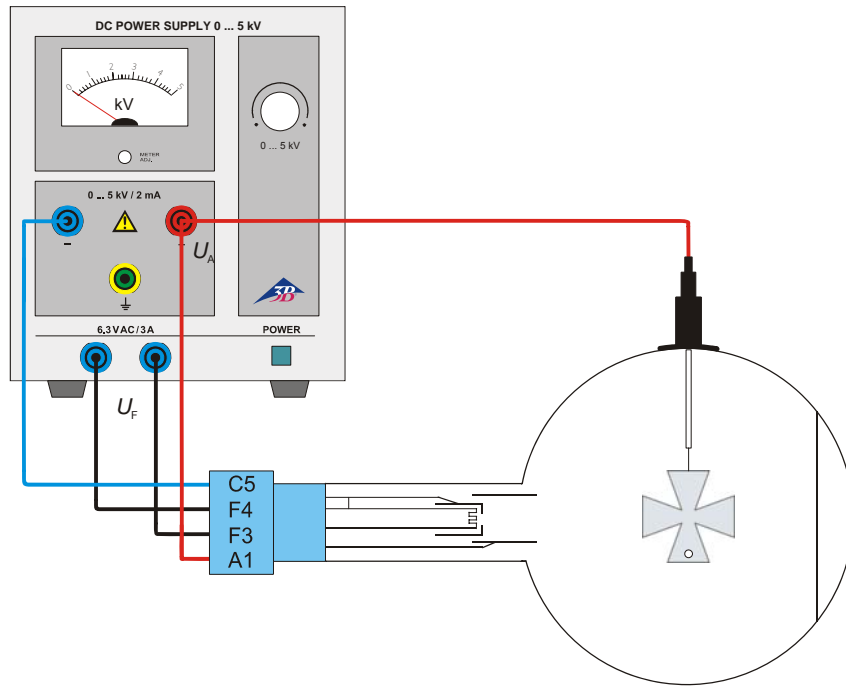

Fig. 1 Propagación rectilínea de rayos de electrones
- Se realiza el circuito de acuerdo con la Fig.1.
- Se realiza el circuito de acuerdo con la Fig. 1.